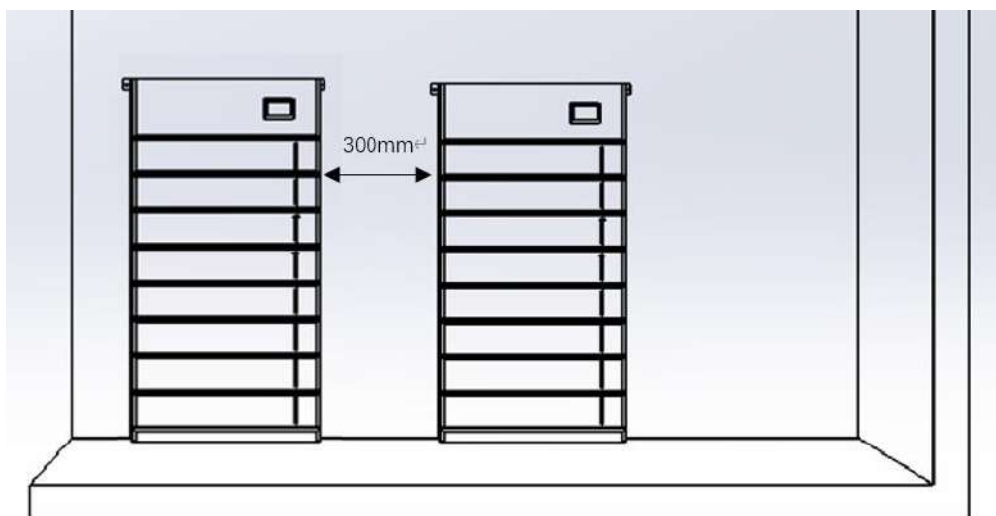

Figura 1
Este producto se instala y utiliza por separado (sin contenedores ni gabinetes), preste atención a la posición de la batería al colocarla y reserve un cierto espacio a su alrededor después de colocarla contra la pared, de lo contrario afectará la capacidad de disipación de calor del batería y reducir el rendimiento y la vida útil de la batería; Si este producto se utiliza con contenedores y gabinetes, instálelo estrictamente de acuerdo con este manual y está estrictamente prohibido colocarlo y arreglarlo sin permiso. El espacio de colocación del producto se detalla en la Figura 1 ; siga estrictamente las instrucciones de la figura para la instalación.
- (1) Reserve algo de espacio alrededor de la batería como se muestra en la Figura 1 para permitir que la batería disipe el calor.
- (2) El espacio encima de la batería debe ser superior a 3 0 0 mm. (3) El espacio reservado para la izquierda y la derecha de la batería debe ser superior a 2 0 0 mm y se recomienda 3 0 0 mm.
- (4) El espacio delante de la batería debe ser superior a 5 0 0 mm.